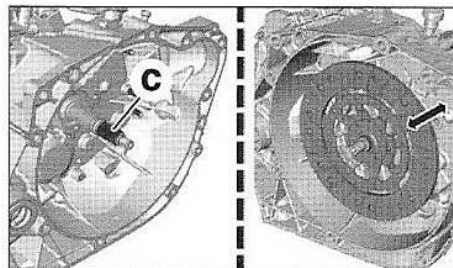

FIG.4
- Graisser les cannelures de l'arbre primaire avec de la graisse MOLYCOTE G-RAPID PLUS (Fig.4).